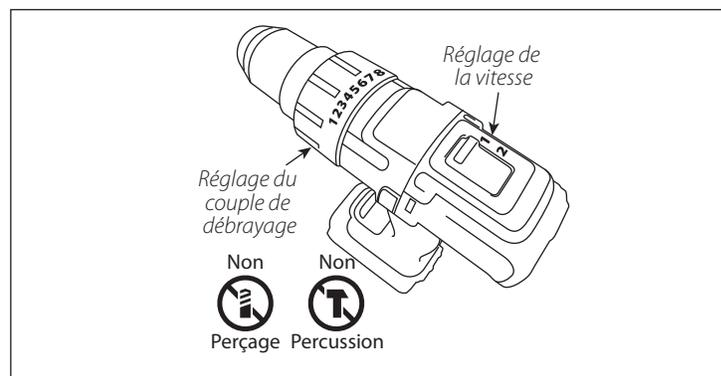

FIGURE 6
**VOIR FIGURE 6** Tout autre réglage peut entraîner une perte de contrôle de l'outil.
4. Mettre la bague de débrayage en mode « visseuse » ou sur la valeur de réglage de couple la plus basse permettant toujours de travailler le sol. Ne jamais la régler en mode « perceuse » ou « perceuse à percussion ». Le non-respect de cette consigne peut endommager la perceuse ou l'outil attaché. **VOIR FIGURE 6**